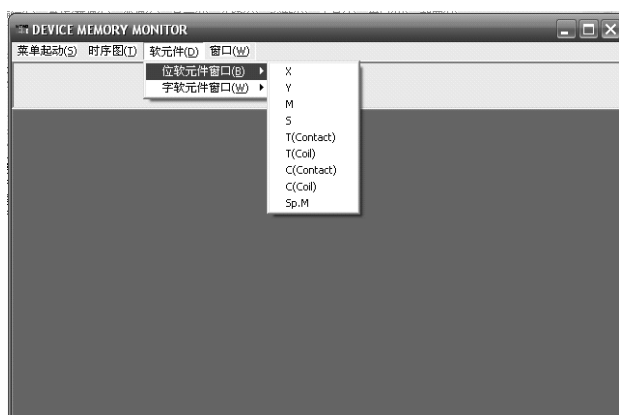
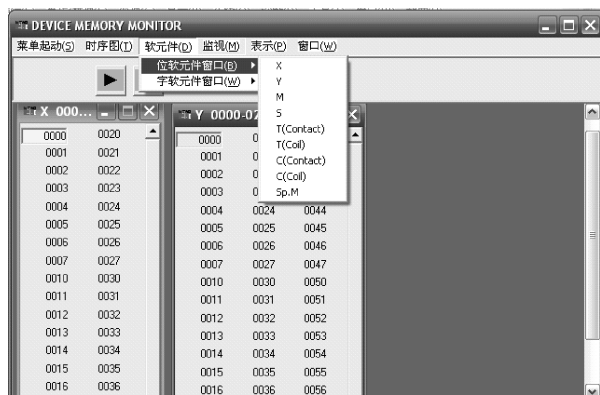
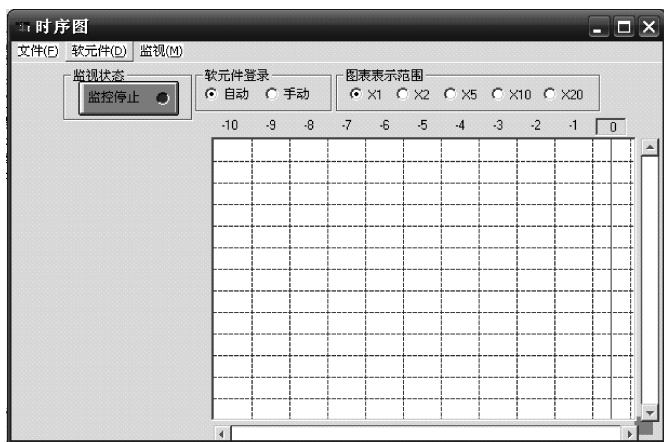

图 2-55 单击位元件窗口
图 2-56 位元件监控或强制窗口
图 2-57 时序图监控
单击“LADDER LOGIC TEST TOOL”界面中的“菜单起动 (S)”, 再单击“继电器内存监视 (D)”, 将弹出如图 2-55 所示的窗口, 单击“软元件 (D)”→“位软元件窗口 (B)”→“Y”, 如图 2-56 所示, 即可监视到所有输出 Y 的状态, 置 ON 的为黄色, 处于 OFF 状态的不变色。用同样的方法, 可以监视到 PLC 内所有元件的状态, 对于位元件, 用鼠标双击, 可以强制置 ON, 再双击, 可以强制置 OFF, 对于数据寄存器 D, 可以直接置数。对于 T、C 也可以修改当前值, 因此调试程序非常方便。
在图 2-55 中单击“时序图 (T)”→启动“(R)”，则出现时序图监控，如图 2-57 所示。在图 2-57 中可以看到程序中各元件的变化时序图。